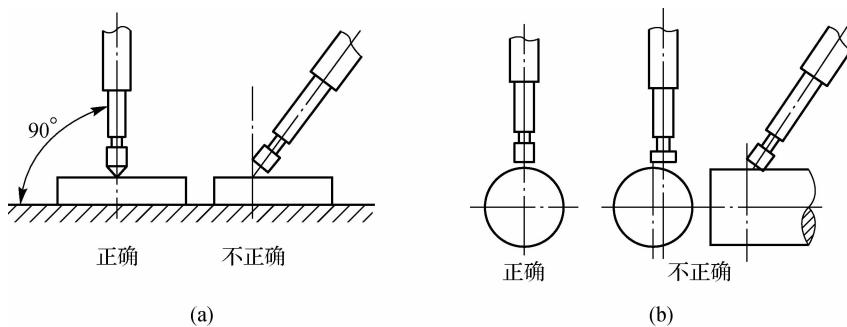

图1-21 百分表测量杆的使用
(3) 使用百分表时,测量杆必须垂直于被测量表面,测量杆的轴线与被测量尺寸的方向应一致,如图1-21所示,否则测量杆会受力不均衡而导致测量结果不准确。